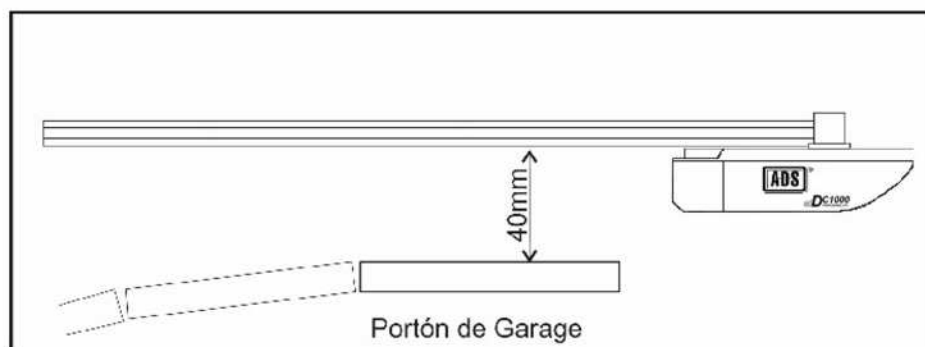
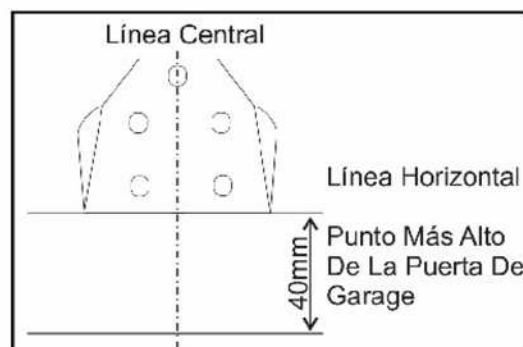

Fig.3
Fig.4
- Compruebe la altura de la instalación del Abrepuertas de Garage abriendo lentamente el Portón y observando el punto más alto del mismo mientras se mueve. Marque sobre la pared el punto más alto y cierre el Portón (Fig.3), marque una línea horizontal perpendicular a la línea central alrededor de 40mm por encima del punto más alto (Fig.4).